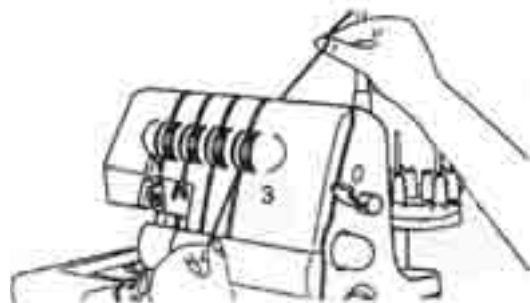

Abb.21
3. Halten Sie den Faden mit den Fingern fest, führen Sie ihn zwischen den Scheiben des Fadenspannungswählers **17** hindurch und ziehen Sie ihn dann nach unten (3) (Abb. 21).